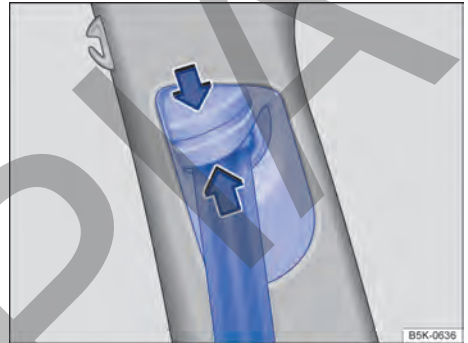

Fig. 35 Junto a los asientos delanteros: regulador de la altura del cinturón de seguridad.
- Presione el dispositivo regulador en el sentido de la flecha y manténgalo presionado → **fig. 35**.